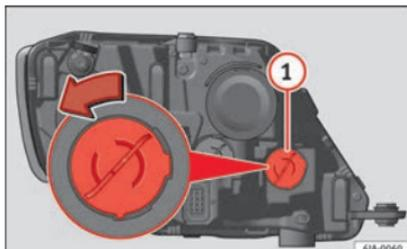

Fig. 93 Sostituzione della lampadina degli indicatori di direzione.
- Girare il portalampada » **fig. 93** ① in senso antiorario e toglierlo.